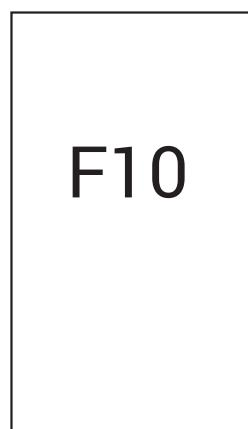

fig. 4
**Anomalie de type F (fig. 4) :** Anomalie qui sera réinitialisée automatiquement une fois le problème résolu.